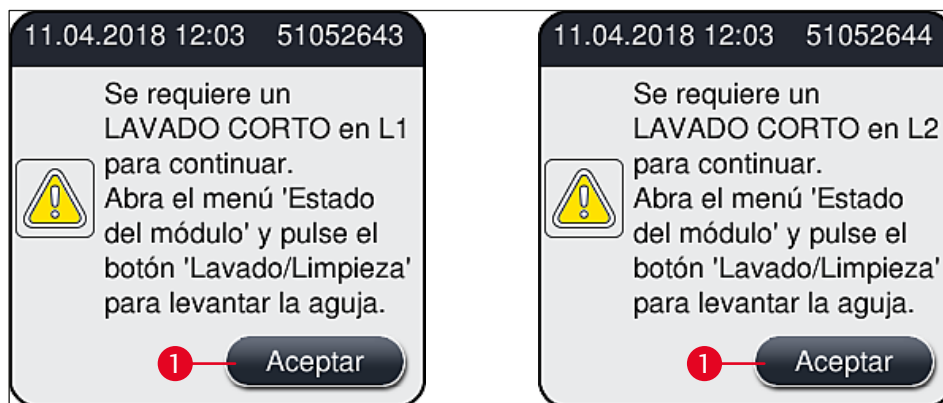

Fig. 51
- ① Una vez completada la fase de inicialización, el menú principal (→ Fig. 19) aparece en la pantalla y se informa al usuario (→ Fig. 51) sobre la necesidad de realizar un **Lavado corto** en la línea del cubreobjetos que se está utilizando. Confirme los mensajes pulsando **Aceptar** (→ Fig. 51-1) y siga las instrucciones que siguen (→ P. 121 – 7.3 Preparación del sistema de tubos para su lavado y limpieza).